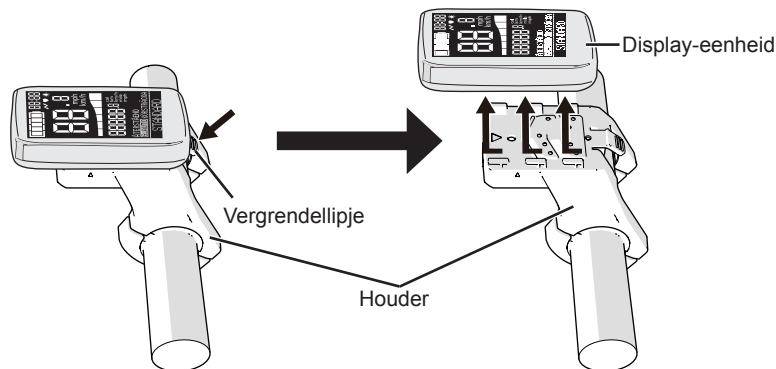

Fig. 1
- 2) Om de display-eenheid te verwijderen, drukt u het vergrendellipje op de houder omlaag en schuift u de display-eenheid in de richting van de aangegeven pijlen. (Fig. 1)